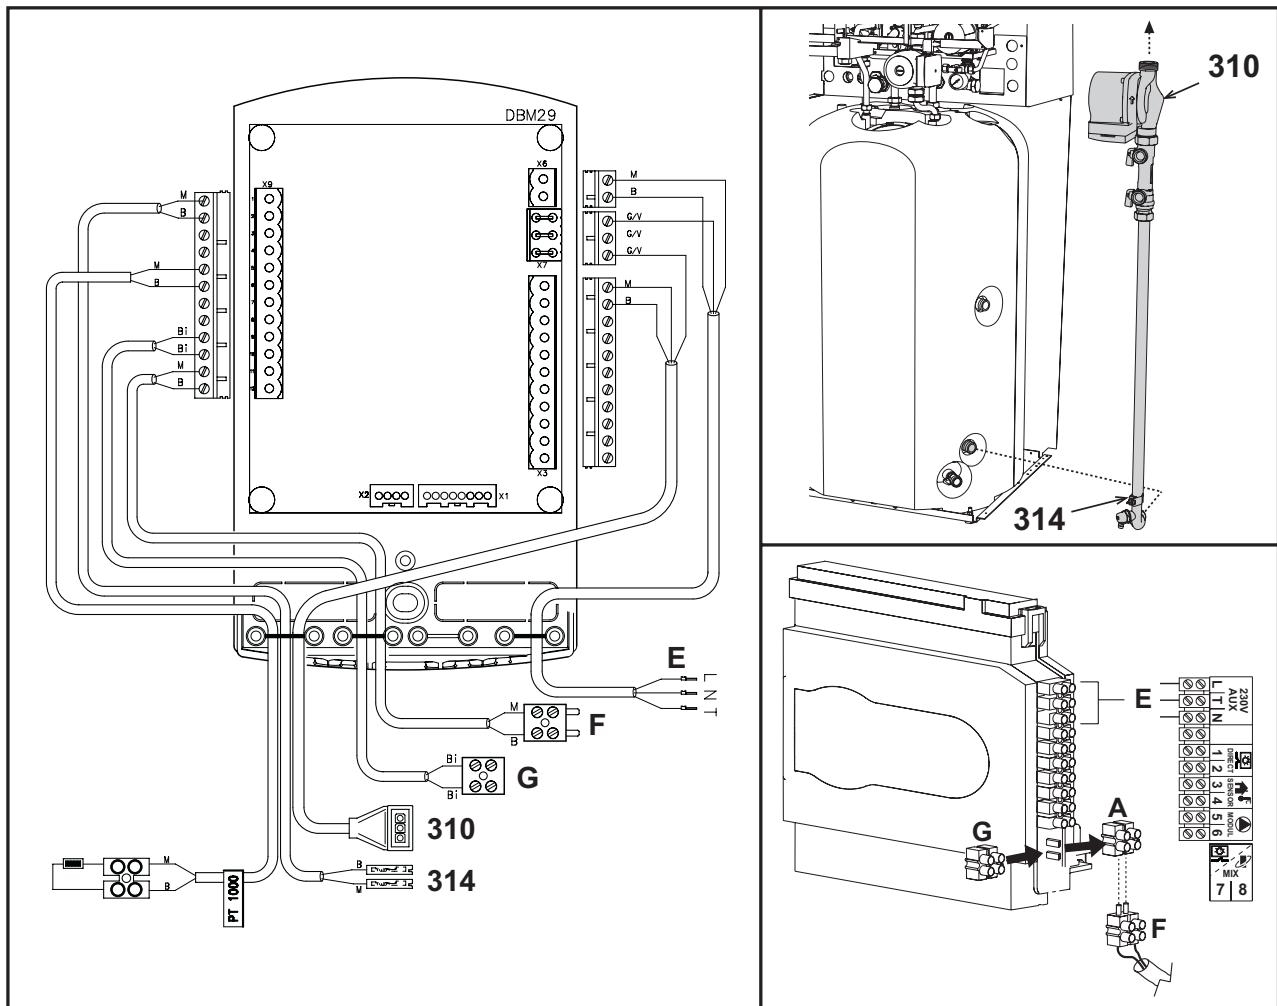

fig. 32 - Collegamenti elettrici
**Effettuare i collegamenti elettrici (fig. 32)**
1. Cavo bipolare (bianco) al sensore ritorno solare (314)
2. Cavo tripolare (nero) al circolatore solare (310)
3. Cavo tripolare (E) ai morsetti **L,T,N** della morsettiera caldaia
4. Togliere il connettore (A) ed inserire il connettore (G) del kit solare
5. Collegare il cavo bipolare (F) del kit solare al connettore (A) della caldaia
6. Collegare il termostato ambiente (72 - vedi manuale istruzioni) o il cronocomando remoto (139 - vedi manuale istruzioni) al connettore (G)